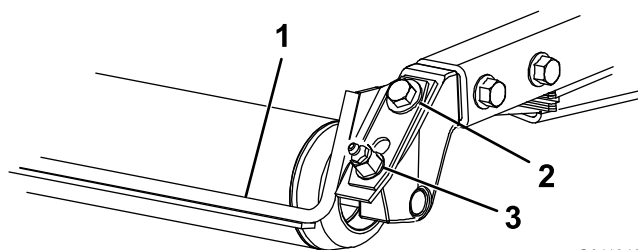

Рисунок 5
1. Ослабьте затяжку масленки для консистентной смазки и крепежный винт (Рисунок 5).